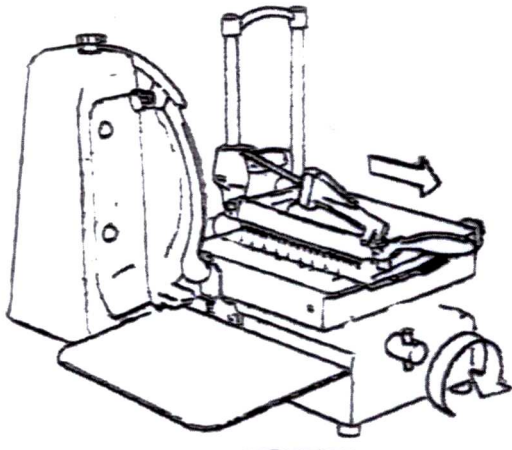

Fig. n.1
1. Move the carriage towards the operator (Fig. n.1)